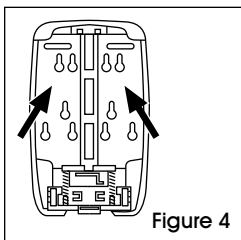

Figure 4
5. Appuyez fermement sur la plaque arrière pendant 30 secondes. Pour une adhérence maximale, attendez au moins 24 heures avant de le remplir. (Voir Figure 4)